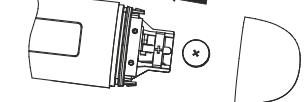

Рисунок 5.
- Извлеките старую батарею при помощи заостренного предмета. Утилизируйте использованную батарею в соответствии с требованиями. Вставьте новую батарею 1,5V DC типа: таблетка LR41 или SR41, UCC392, или эквивалент. Убедитесь, что батарейка вставлена знаком «+» вверх (см. рис. 5).